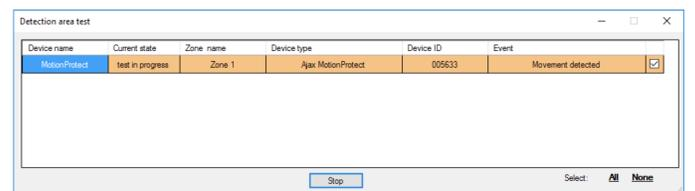

IMAGEN 15. Prueba de área de detección
5.9 El área de prueba de detección (IMAGEN 15) es requerida para asegurarse que los sensores este funcionado eficientemente en su posición actual. En modo de prueba la luz del sensor esta encendida permanentemente, cambiando por 1 segundo durante la activación – es muy fácil de observar. En contraste la prueba de señal de radio, y la prueba del área de detección para varios sensores simultáneamente es posible.